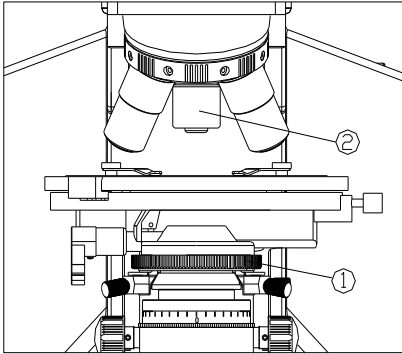

图 28
通过转动孔径光阑调节环①可以调节孔径光阑大小。（如图 28）